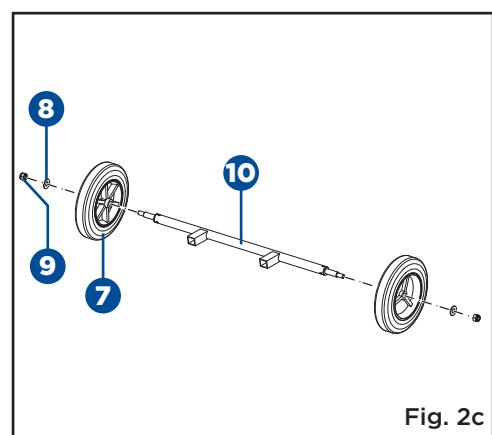

Fig. 2c
- Glissez une roue (7), une grande rondelle plate 10 (8) et un écrou de blocage M10 (9) sur l'arbre de roue (10). Fixez la roue en serrant l'écrou de blocage M10. Répétez ces étapes pour la deuxième roue. (Fig. 2c)